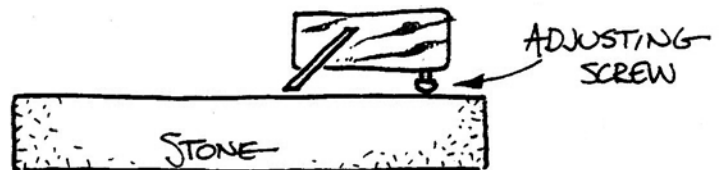

FIG 2 - SHARPENING
1. Schleife die Klinge auf der Schrägkante, halte dabei durch den Gebrauch der Spannvorrichtung den 45° - Winkel aufrecht. Fahre dabei in die Schneidkante hinein oder fahre in einer 8-Bewegung über den Stein, bis sich der Laenge der Klinge nach ein Grat erhebt. (s. Fig.2)